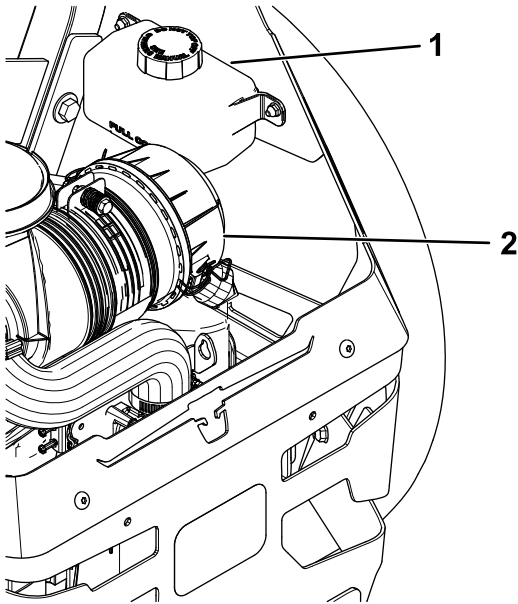

Figura 67
2. Verificați rezervorul de expansiune și, dacă este necesar, adăugați ulei hidraulic Toro® HYPR-OIL™ 500 până la linia COMPLET RECE (Figura 67).